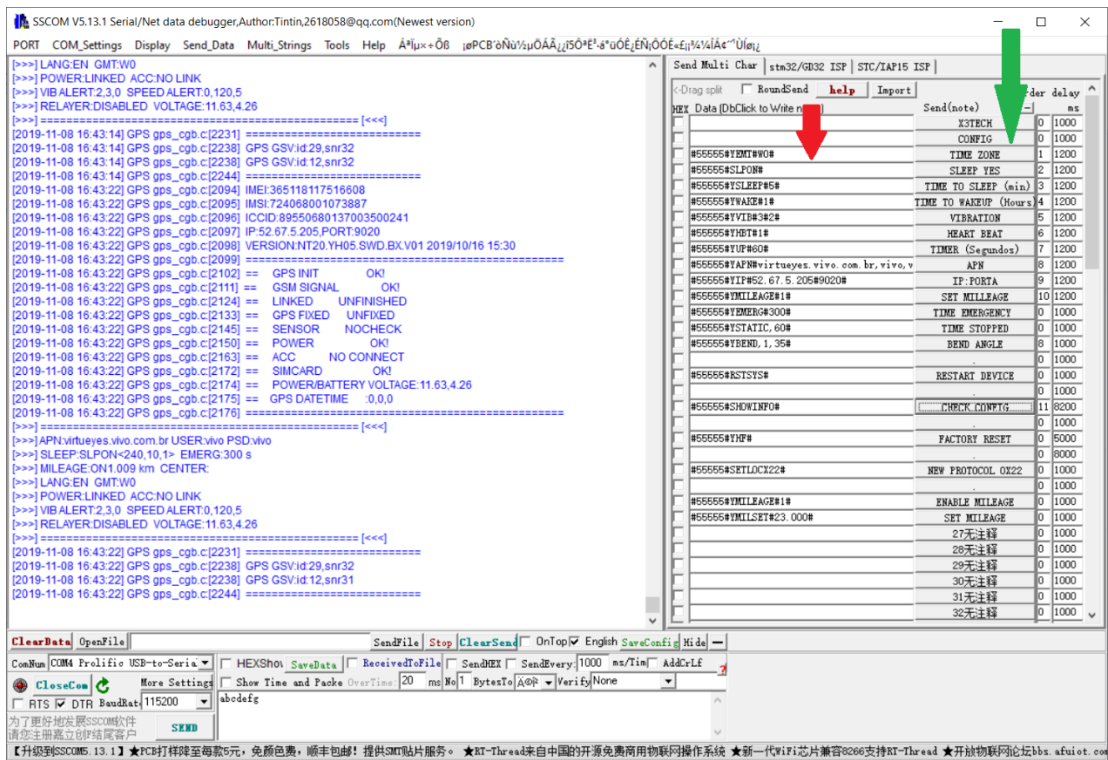

Figura 11 – Edit parameters and send to tracker
**Passo 3:** Selecione os parâmetros de configuração nas linhas seta vermelha e envie a configuração individualmente clicando nos ícones da seta verde, indicadas na figura 11.
Na função de ACC Virtual habilitado, a entrada física pode ser usada para alarme de pânico, conforme figura 11. Para esta função deve ser associado um botão de pânico ligado ao positivo e à entrada, ao ser acionado gera um alarme de SOS que é enviado à plataforma.